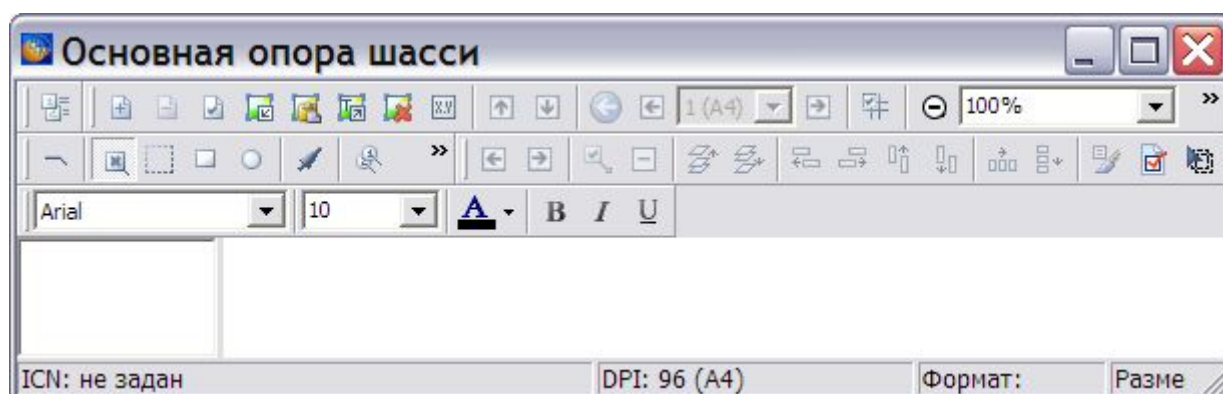

Рис. 5.20
- Нажмите на кнопку **Применить**. При этом откроется окно для создания и редактирования иллюстраций с названием иллюстрации «Основная опора шасси» (Рис. 5.20).